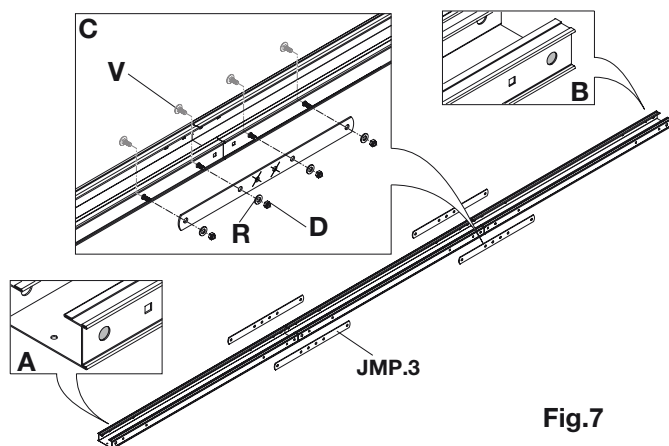

Fig.7
1) Prédisposer les trois parties qui composent le rail d'entraînement JMP. 1 en les positionnant comme indiqué en figure 7, de façon à ce que sur les extrémités du guide soient présents les orifices ronds comme mis en évidence dans les cadres A et B.